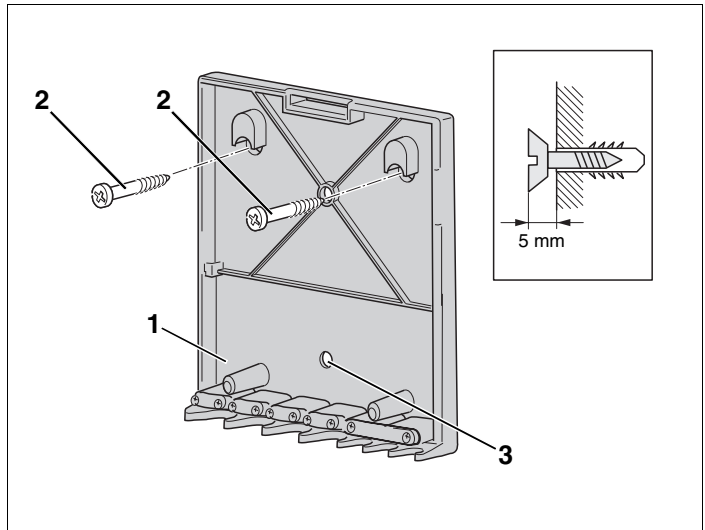

Abb. 9 Wandhalter montieren
- Positionen der Bohrlöcher für den Wandhalter (Abb. 9, **Pos. 1**) anzeichnen.
- Löcher entsprechend dem Lochbild des Wandhalters (Abb. 9, **Pos. 1**) bohren (Ø 6 mm).
- Dübel in die Bohrlöcher einsetzen und beiliegende Schrauben (Abb. 9, **Pos. 2**) bis auf 5 mm eindrehen.
- Wandhalter (Abb. 9, **Pos. 1**) einhängen und Schrauben anziehen. Gegebenenfalls Wandhalter (Abb. 9, **Pos. 1**) über die zusätzliche Bohrung (Abb. 9, **Pos. 3**) des Wandhalters an der Wand fixieren.